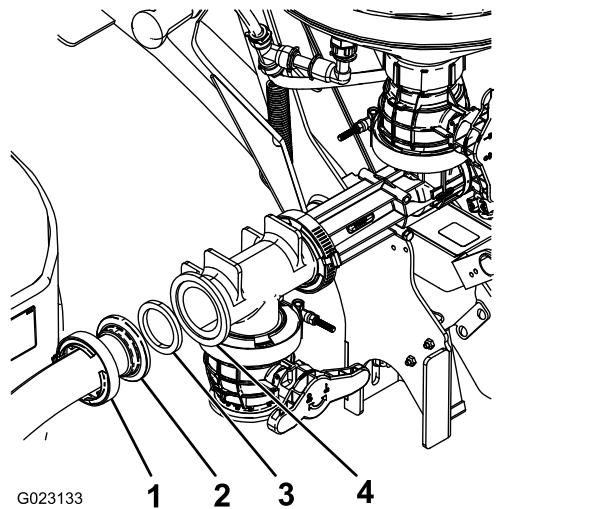

Figura 18
2. Instale a outra extremidade do tubo à abertura virada para a frente do misturador utilizando uma junta e uma braçadeira de tubos (Figura 18).